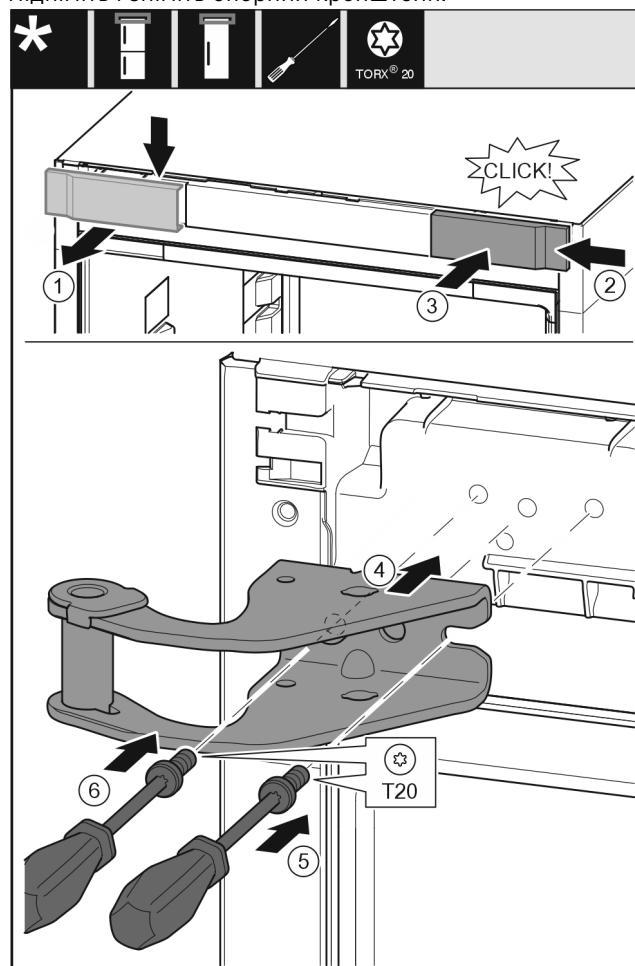

Fig. 9
- Зніміть кришку вгорі вперед. Fig. 9 (1)
- Почепіть кришку, що повернута на 180°, з іншого боку праворуч. Fig. 9 (2)
- Зафіксуйте кришку. Fig. 9 (3)
- Встановіть верхній опорний кронштейн. Fig. 9 (4)
- Встановіть та закрутіть гвинт за допомогою викрутки T20. Fig. 9 (5)
- Встановіть та закрутіть гвинт за допомогою викрутки T20. Fig. 9 (6)